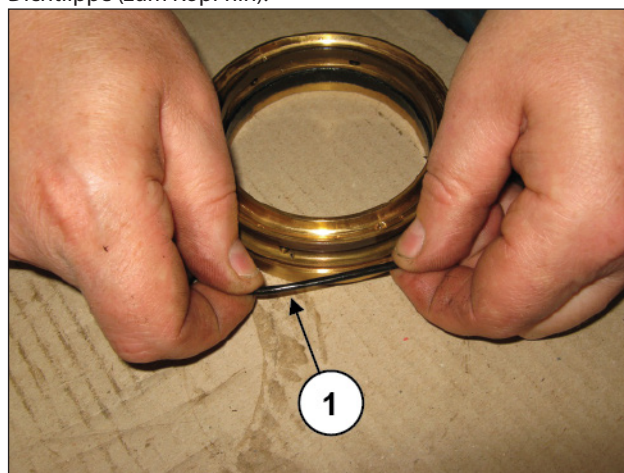
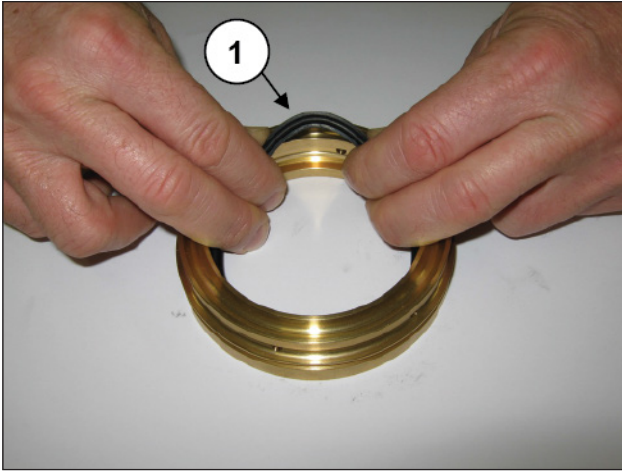

Abb. 220
Abb. 221
Setzen Sie den O-Ring (Pos. ①, Abb. 220) die ND-Dichtung in den Dichtungshalter ein (Pos. ①, Abb. 221) und achten Sie hierbei auf die Einbaurichtung mit nach vorn gerichteter Dichtlippe (zum Kopf hin).